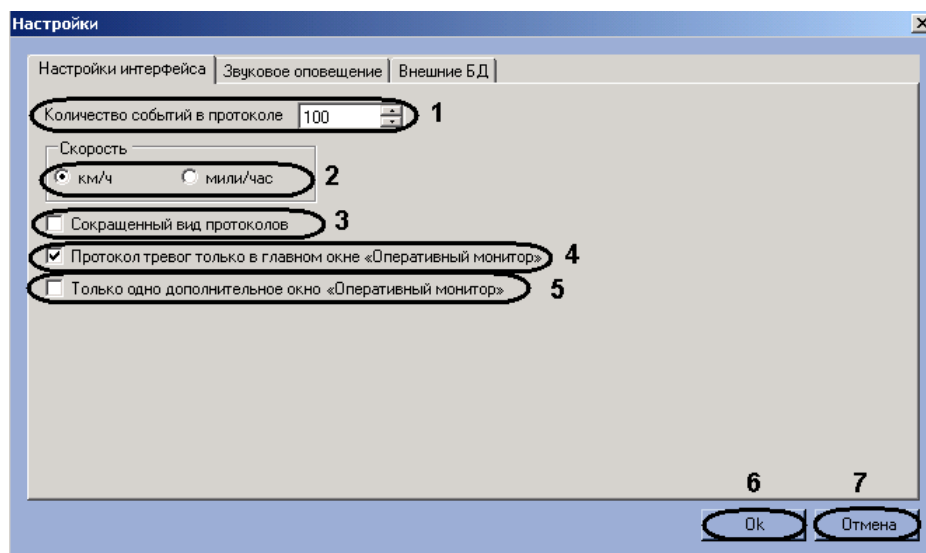

Рис. 7.9—9. Настройки интерфейса окна «Модуль обнаружения ТС»
3. В поле «Количество событий в протоколе» (см. Рис. 7.9—9, 1) ввести максимальное количество событий, которое может быть отображено в каждом из протоколов компонента «Оперативный монитор». Обновление протокола, содержащего максимальное количество событий, производится по кольцу: при добавлении нового события наиболее раннее удаляется.